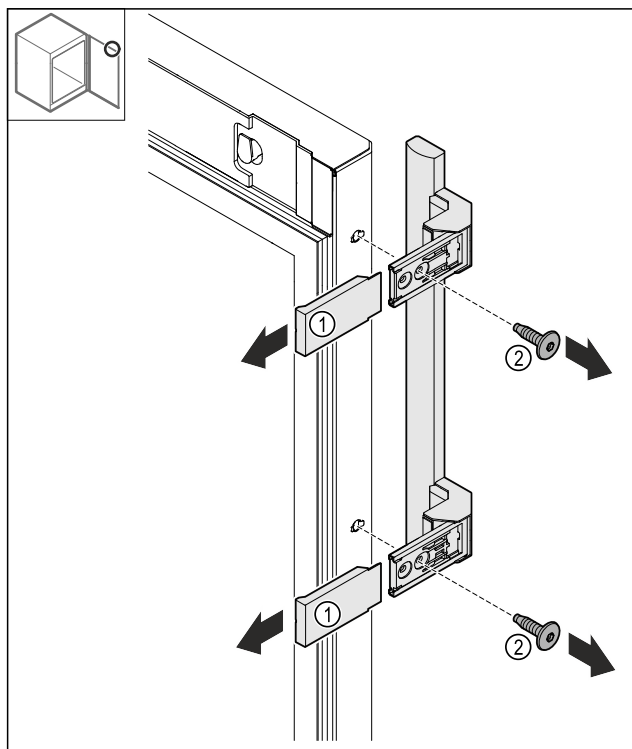

Fig. 24
- ▶ Skinite poklopce Fig. 24 (1).
- ▶ Otpustite vijke Fig. 24 (2).